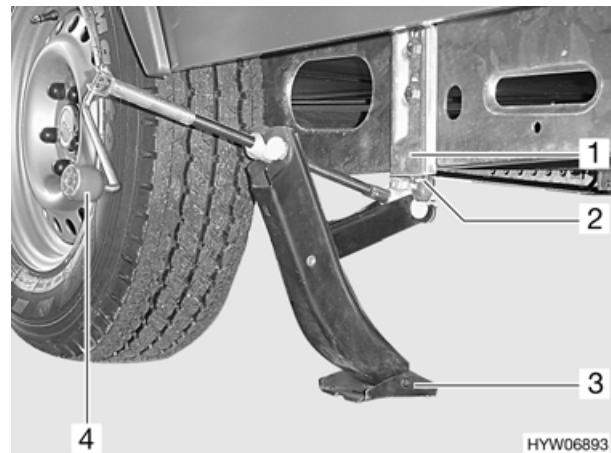

Bild 123 AL-KO-Wagenheber
- Das Einstechprofil (Bild 123,2) des AL-KO-Wagenhebers bis zum Anschlag in die Aufnahmetasche (Bild 123,1) einschieben.
- AL-KO-Wagenheber mit einer Hand festhalten und mit der anderen Hand die Handkurbel (Bild 123,4) im Uhrzeigersinn drehen, bis die Fußplatte (Bild 123,3) Bodenkontakt hat und eben steht.